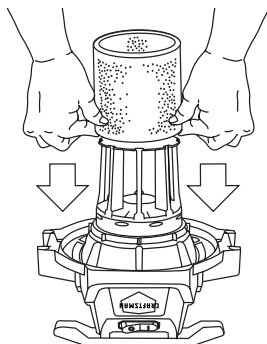

Fig. 15
32. Couvercle de la cuve à l'envers, faites glisser le manchon de mousse **16** vers le bas, par dessus le couvercle protecteur en tirant jusqu'à ce que le manchon de mousse **16** couvre entièrement le couvercle protecteur. **Fig. 15.**